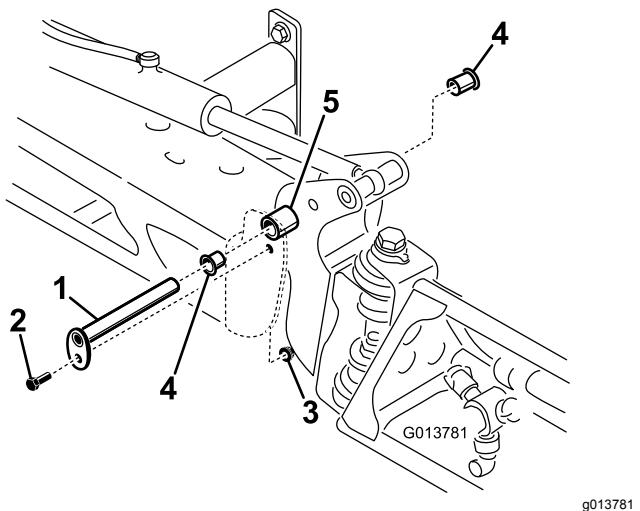

図 76
- ブームを支えておきながら、ピボットピンをブームアセンブリに固定しているボルトとナットを取り外す図 76。